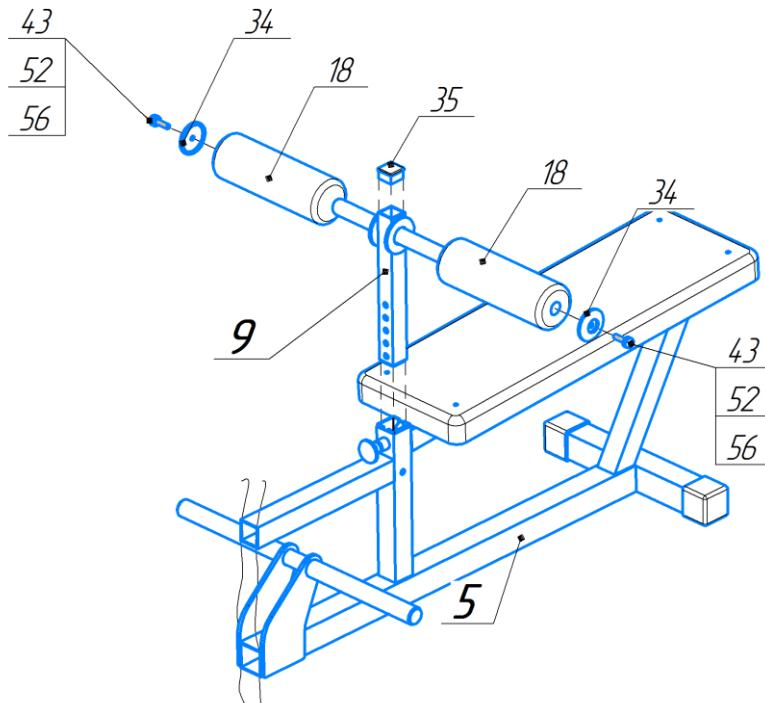

Рис.7. Схема сборки этапа №4
1. Установите на стойку валиков (9) валик (18), как показано на рис. 7.
2. С торца валика установите шайбу валика (34), закрепите болтом M10x35 (52) через шайбу (56). Использовать ключ на 17 мм (Г). Наденьте колпачок (43) на болт.
3. Аналогично установить валик (9) с другой стороны.
4. Установить заглушку (35). При необходимости воспользуйтесь молотком (3). Забивать следует через деревянный бруск.